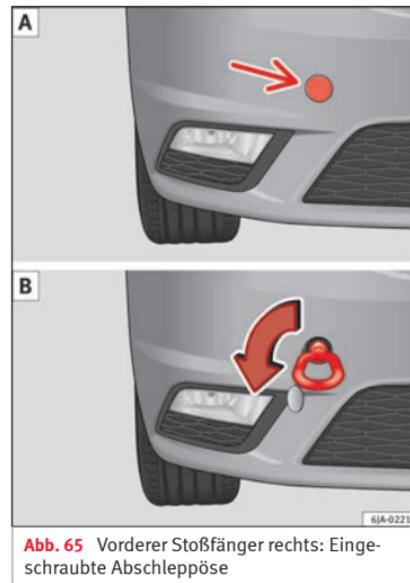

Abb. 65 Vorderer Stoßfänger rechts: Eingeschraubte Abschleppöse
- Schrauben Sie die vordere Abschleppöse in das Gewinde » **Abb. 65** ein und ziehen Sie sie fest mit dem Radschlüssel an.